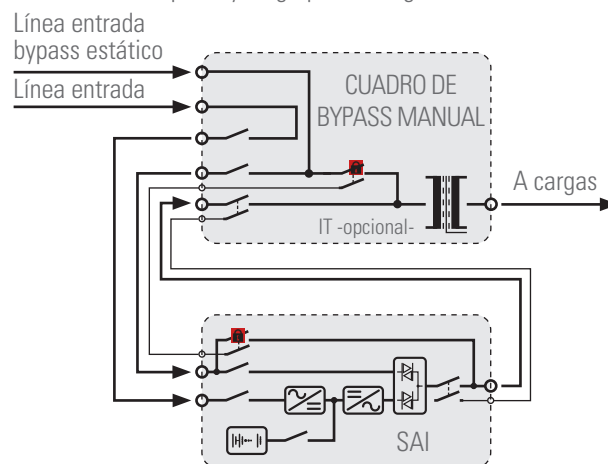

Fig. 2. Conexión cuadro de bypass manual con línea de bypass estático independiente con SAI.
- ☐ Con línea de bypass estático independiente (Fig. 2). Estos cuadros disponen de bloques de bornes separados para la red de entrada y la del bypass estático,